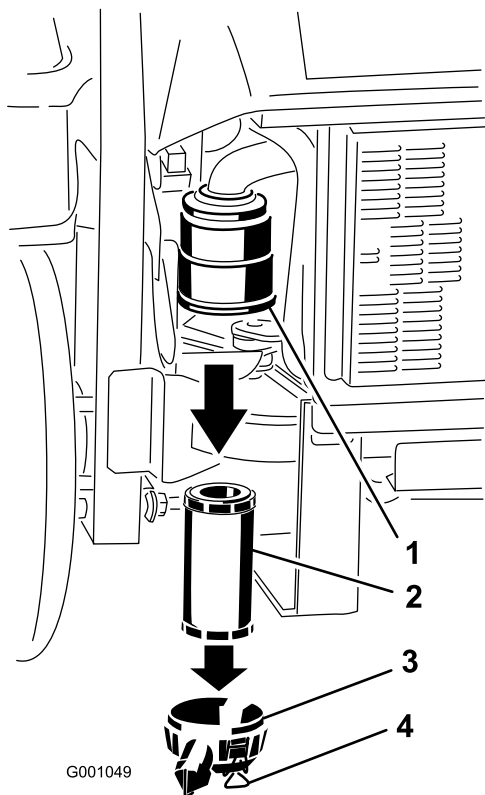

Figura 40
3. Abra los cierres del limpiador de aire y tire de la tapa del limpiador de aire para separarla de la carcasa del limpiador de aire (Figura 40).
5. Extraiga con cuidado el filtro de la carcasa del limpiador de aire (Figura 40). Evite golpear el filtro contra el lado de la carcasa.